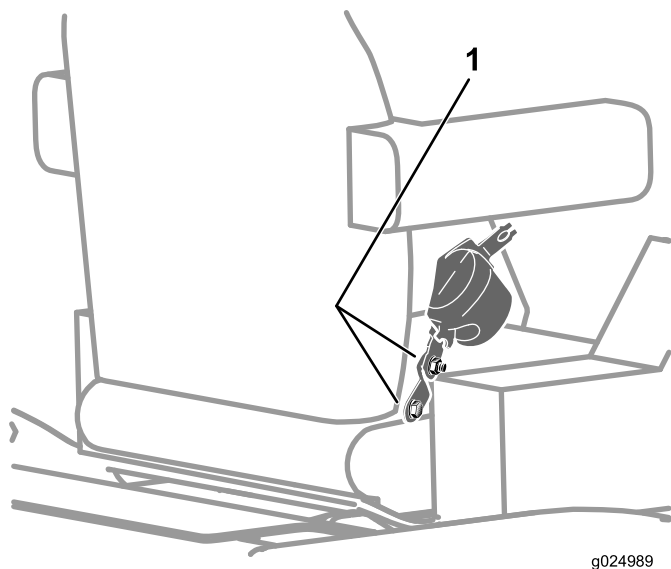

Figura 119
2. Verifique se os parafusos e porcas de fixação do retractor e fecho do cinto de segurança estão apertados com torque de 47 a 61 N m (35 a 45 pol.-lb); consulte a Figura 119.